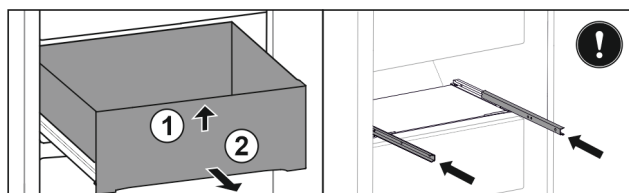

Fig. 34*
- ▶ Поднимите выдвижной ящик спереди Fig. 34 (1)*
- ▶ Извлеките движением вперед Fig. 34 (2)*